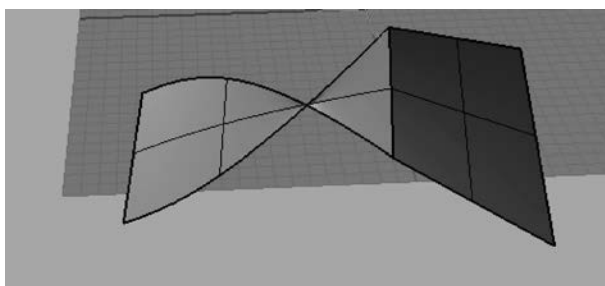

图 8-93 错误的衔接
(5)维持另一端。其是指维持第一个曲面选取边界所在位置。另外,注意结构线方向和混接命令类似,衔接时一定要单击同一侧,否则会出现类似图 8-93 所示错误的衔接。